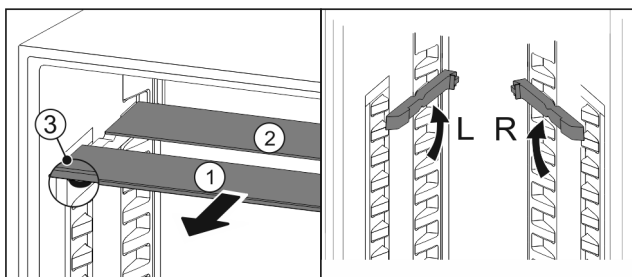

Fig. 20
- По одной извлеките Fig. 20 (1) стеклянные панели движением вперед.
- ▷ Стеклянная панель Fig. 20 (1) с декоративной планкой лежит спереди.
- ▷ Стопоры Fig. 20 (3) показывают вниз.